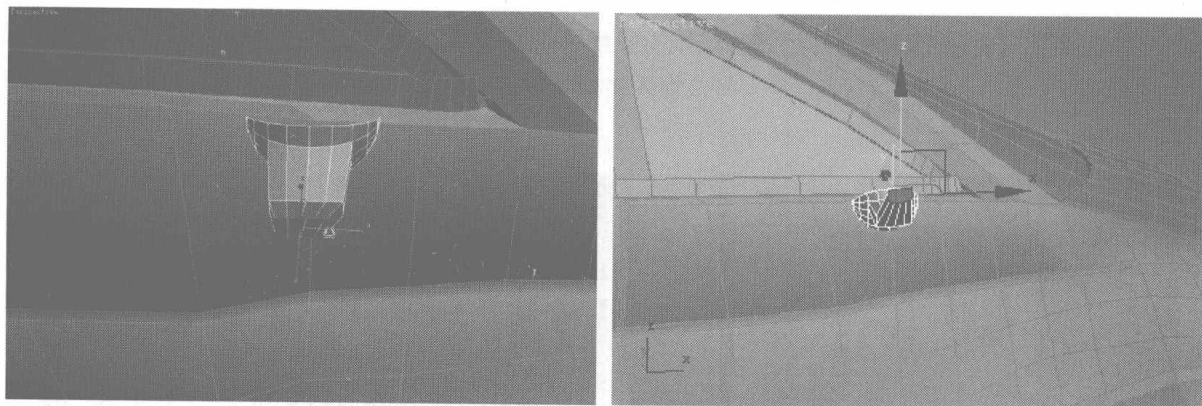

图 7.203
- 18** 选择删除面的边缘曲线，按住 Shift 键，连续两次复制，如图 7.202 所示。单击 **Cap** 按钮，添加面，如图 7.203 所示。